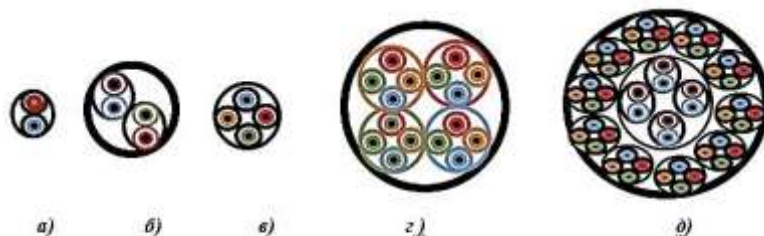

Рис. 6. Типы скруток жил
- **вид скрутки изолированных проводников в группы**(рис. 6): кабели парной скрутки, двойной парной скрутки,